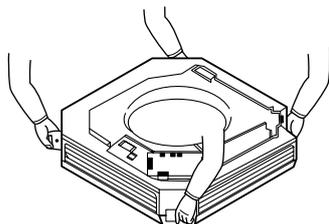

Рис. 10
- Отделите решетку воздухозаборника от корпуса. (См. рис. 10)